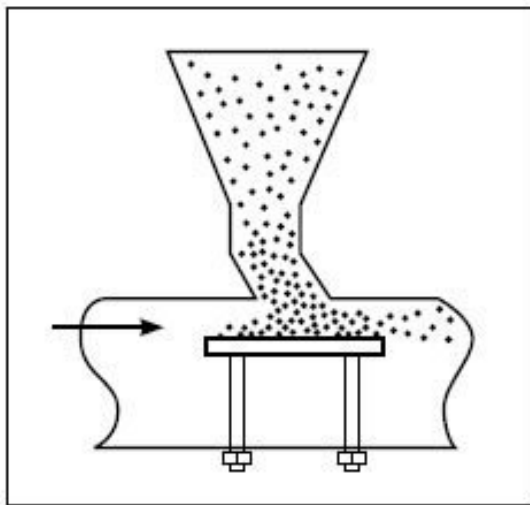

Рис. 8
Зная закон увеличения степени динамичности, можно прогнозировать развитие технических систем. Рассмотрим, например, а.с. 193349 на устройство для ввода сыпучих материалов в горизонтальный трубопровод (рис. 8). Под люком бункера на четырех болтах установлена площадка. Ее высоту подбирают так, чтобы угол откоса материала не позволял ему высыпаться за пределы площадки. Благодаря этому в поток воздуха поступает столько порошка, сколько поток может унести, и предотвращается образование пробок. Типичная жесткая система! Очевидно, можно перейти к динамичной системе, имеющей заведомое преимущество – возможность регулирования подачи сыпучего материала. Для этого необходимо выполнить площадку подвижной, чтобы мог меняться угол ее наклона к оси трубы. Динамичность можно обеспечить и вибрацией площадки, установив ее на шарнирных или пружинных опорах (а.с. 272064).
**Задача 4.4.** Возьмем за прототип дозатор, изображенный на рис. 8. Предположим, он уже динамизирован: высота площадки регулируется, корпус дозатора снабжен виброприводом. А что дальше? Помимо динамизации...